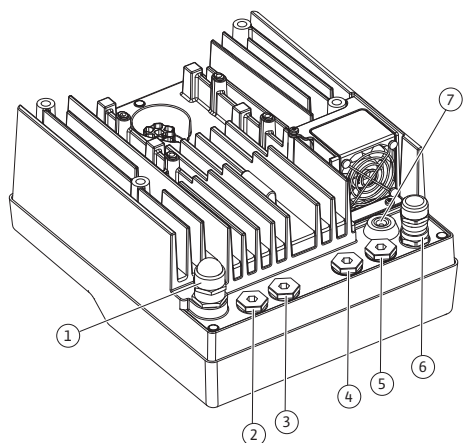

Fig. 18: Prensaestopas/pasamuros
4. Guíe el cable de conexión por el prensaestopas NPT $\frac{3}{4}$ " (M25) (Fig. 18, Pos. 1). Apriete el prensaestopas con los pares de apriete prescritos.